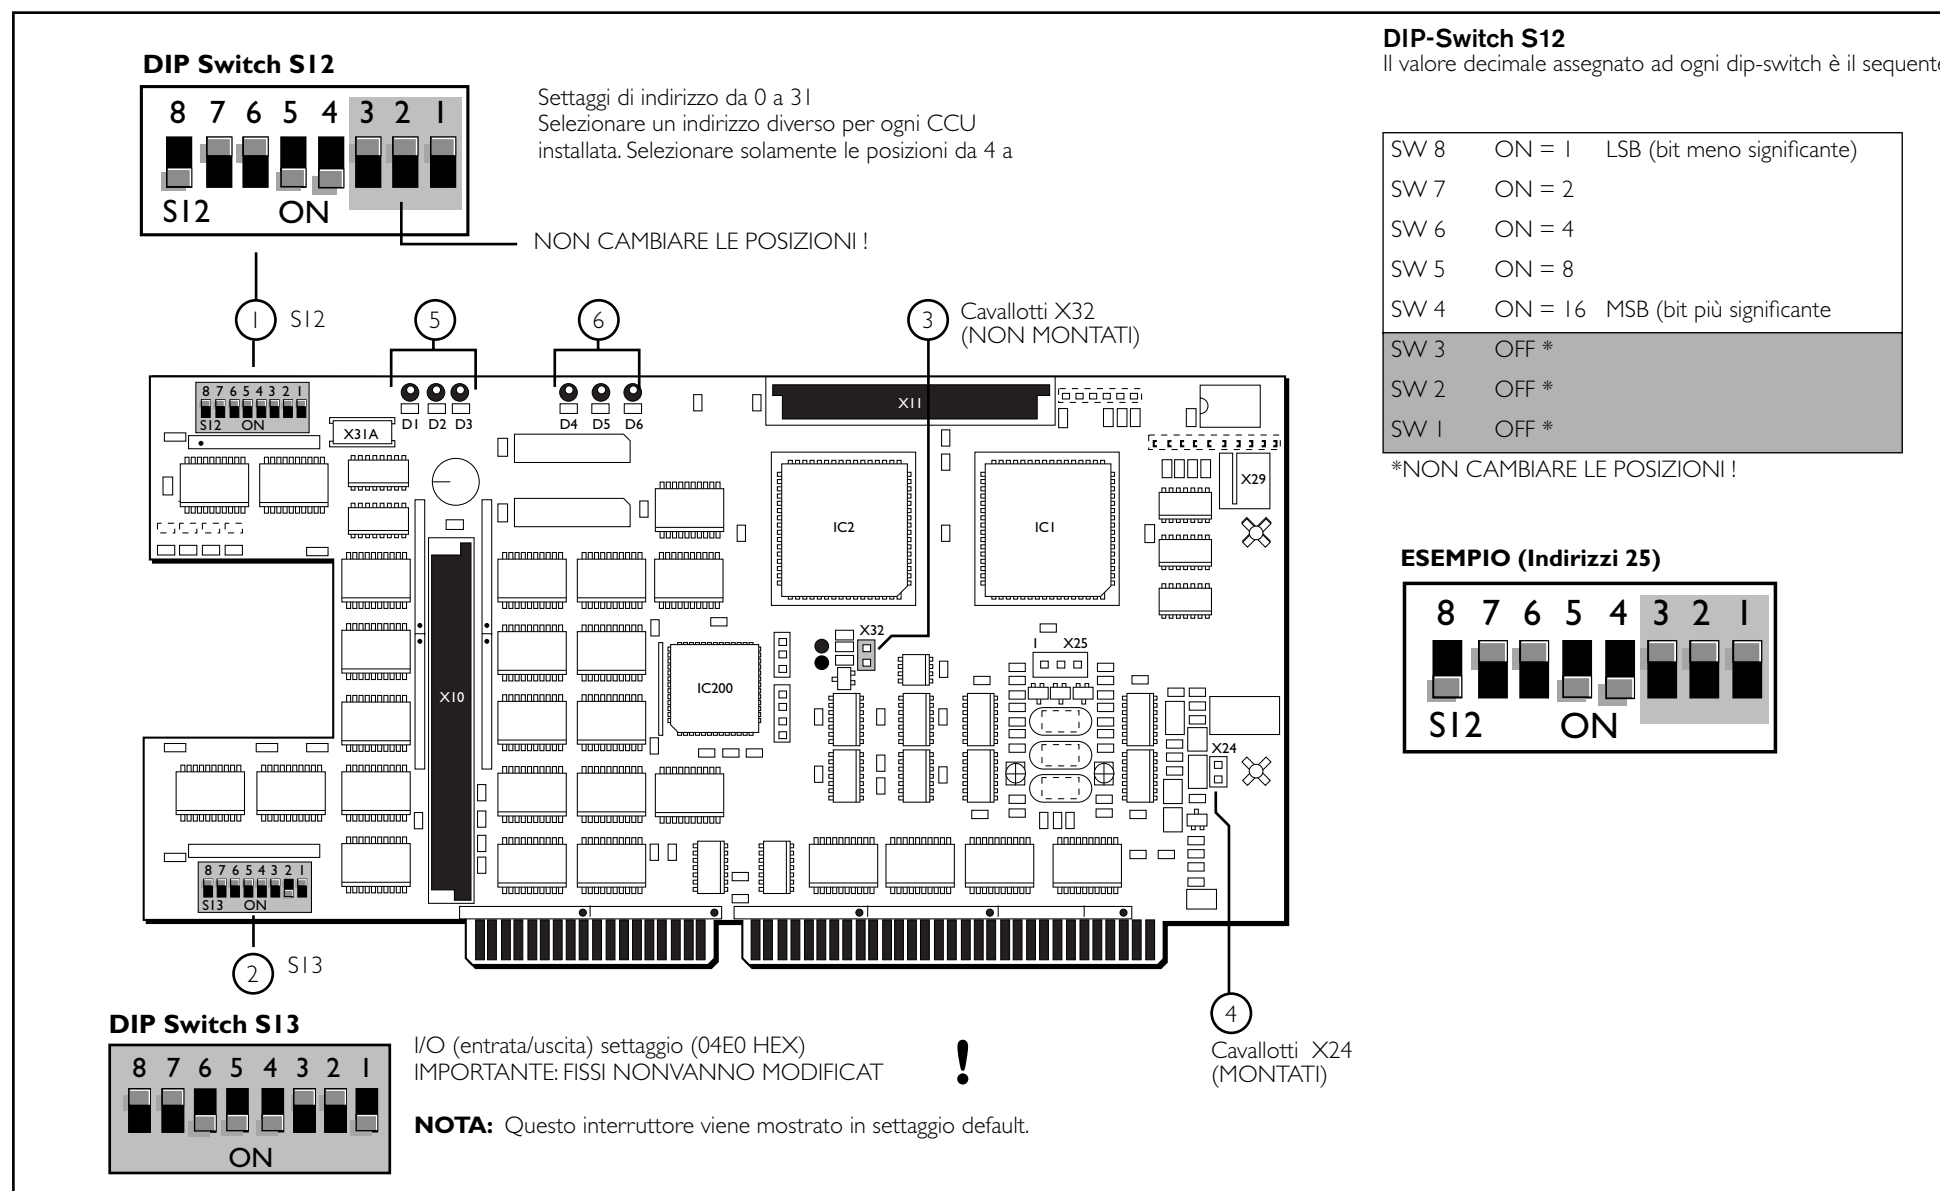

FIG. 4-6 Scheda PCB della Multi-CCU per il DIP-switch della LBB 3500/35 CCU ed i settaggio del cavallotto
4.7.1 Installazione (FIG. 4-6)